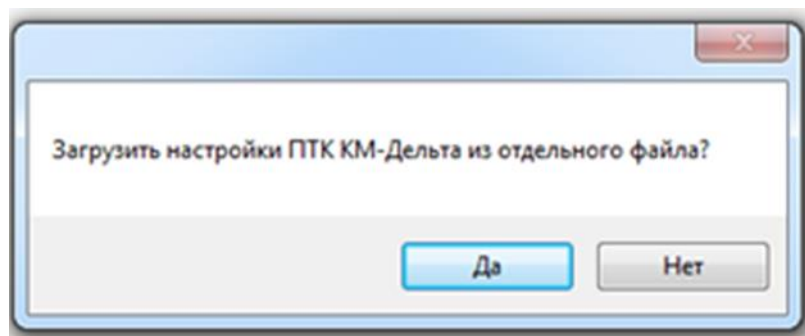

Рисунок 1
5.3.2 Осуществить пробный запуск программы, запустив исполняемый файл «КМ_Дельта_М.exe» из папки, в которой находится программа. При этом появится информационное сообщение с приглашением загрузок настроек из отдельного, ранее сохраненного файла (см. рисунок 1). Нажать «Нет».